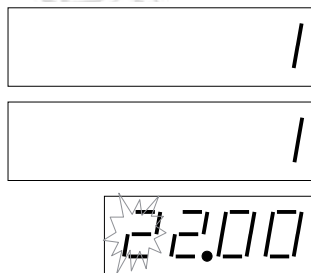
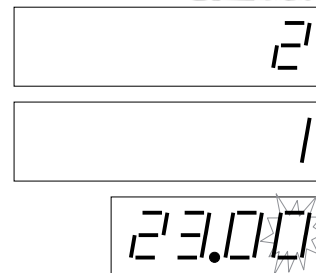

Рис. 7 Перемещение из самого старшего разряда цены за единицу продукта стороны А
Рис. 8 Перемещение в самый младший разряд цены за единицу продукта, сторона В
- с самого старшего разряда цены за единицу продукта *см. рис. 7* с помощью клавиши „-“ перемещает установку на самый младший разряд цены за единицу продукта следующей стороны колонки *см. рис. 8*.